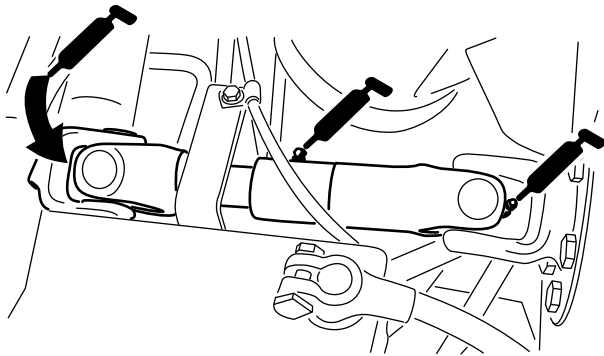

図 50
- ・ ポンプ駆動シャフトのUジョイント（3ヶ所）（図 50）